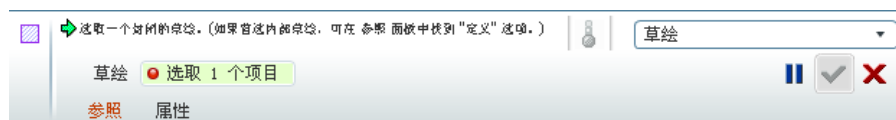

图 6.2.4 填充操控板
Step2. 选择下拉菜单 **编辑(E)** **填充(L)...** 命令，此时屏幕上方出现图 6.2.4 所示的填充操控板。